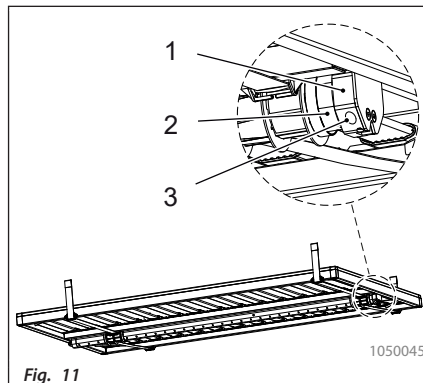

Fig. 11
1. Setzen Sie den Inbusschlüssel SW 7 in den Innensechskant (Fig. 11/3) des Getriebes (Fig. 11/1) ein.